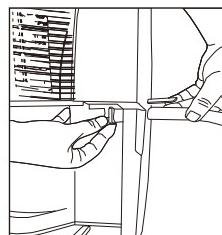

Fig.10b
- Vissez le tuyau d'arrosage sur la partie filetée du plateau sous l'ouverture du contenant (fig. 10b).